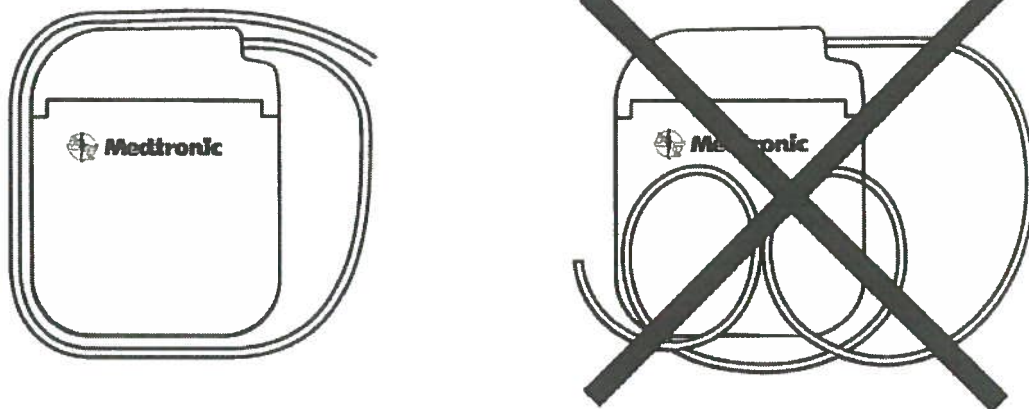

Figura 3. Avvolgimento dell'estensione in eccesso intorno al perimetro del neurostimolatore.
- Non arrotolare l'estensione in eccesso sul lato anteriore del neurostimolatore. Avvolgere l'estensione in eccesso intorno al perimetro del neurostimolatore (Figura 3) per ridurre al minimo la profondità della tasca sottocutanea, il rischio di danni potenziali durante l'intervento chirurgico di sostituzione del neurostimolatore, il rischio di attorcigliamento dell'estensione e le interferenze con la telemetria. L'estensione in eccesso non deve superare due avvolgimenti intorno al perimetro del neurostimolatore. Una lunghezza eccedente più di due avvolgimenti potrebbe causare interferenze con la telemetria.